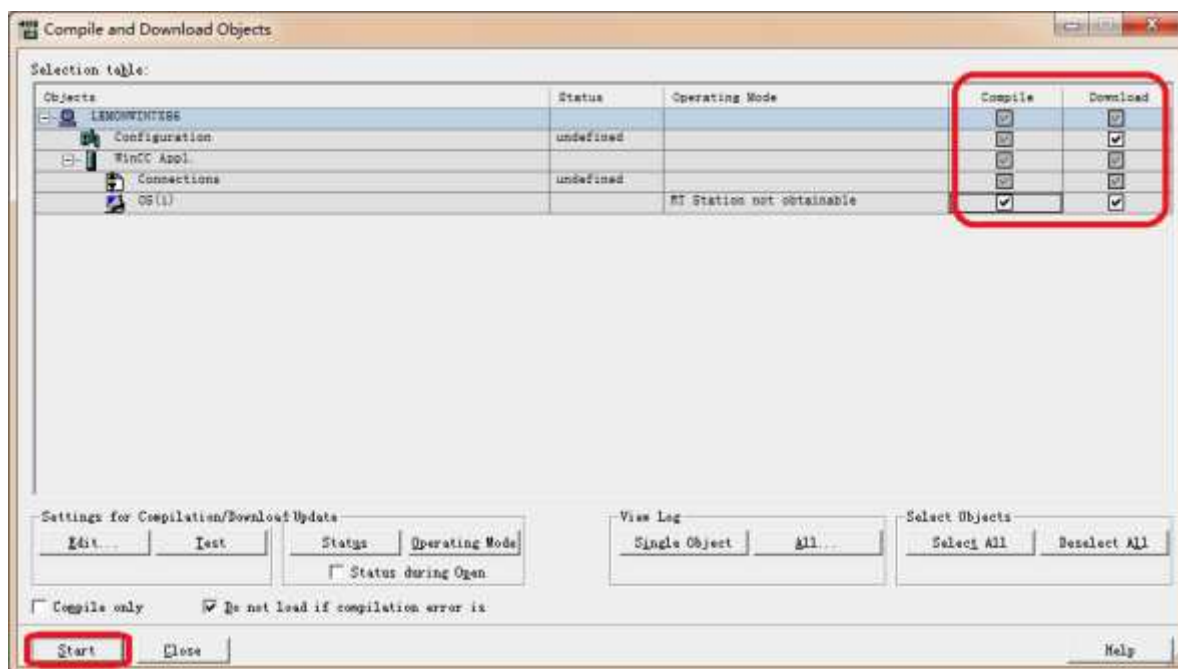

图20
(M) 确认编译和下载选项，选择Start执行，如图20和21所示。